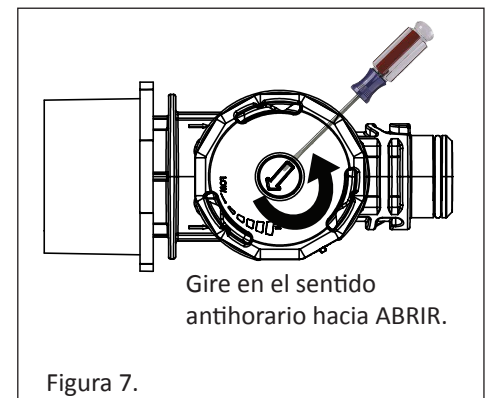

Figura 7.
4. Ajuste la válvula en el accesorio de pared utilizando un destornillador plano al girar la válvula en sentido horario (para reducir el caudal) o en sentido contrario (para incrementar el caudal) de manera tal que el émbolo blanco se alinee con las flechas de las marcas del calibrador de caudal. Véase figura 7.